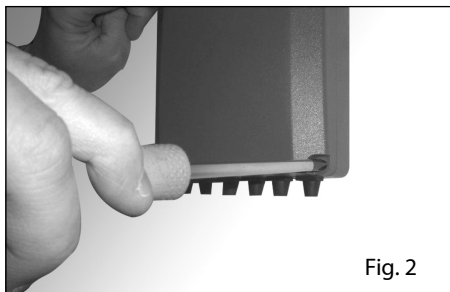

Fig. 2
- scoateți capacul unității de control, deșurubând cele două șuruburi frontale (fig. 2).